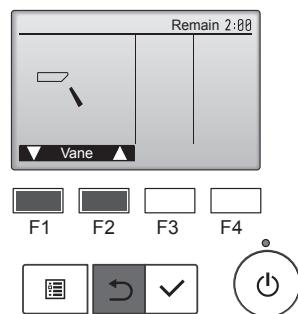

Fig. 7-7
- ① **F1** **F2** düğmeleriyle otomatik kanaatçığı kontrol edin. (Fig. 7-7)
- ② düğmesine basarak "Test run" (Çalışma testi) işlem ekranına dönün.
- ③ **Power** düğmesine basın.